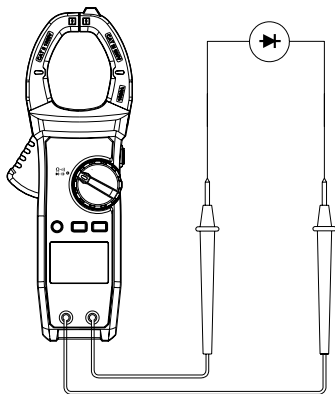

Рис.9 Проверка диода
- 2) Установите переключатель на **▶|)**, нажмите SELECT, для выбора режима проверки диода **▶|)**. Подсоедините щуп красного тестового провода к аноду (+) проверяемого диода, а черный – к его катоду (-) (см. рис. 9).